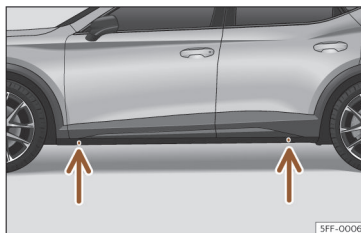

Fig. 38 Pontos de apoio do macaco.
- Procure na longarina a marca do ponto de apoio do macaco (zona afundada) mais próximo da roda a substituir » » Fig. 38.